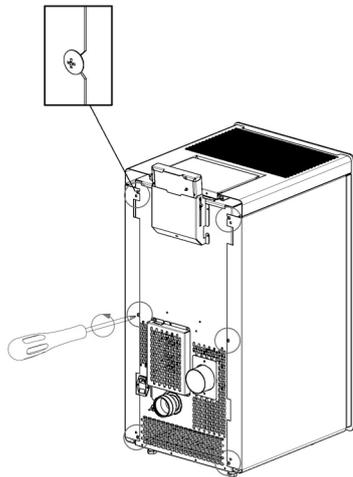

Fig. 69 - Sprostite vijake
- Sprostite 4 zadnje vijake (gl. **Fig. 69**).
- Sprostite 6 zadnjih vijakov (gl. **Fig. 69**).